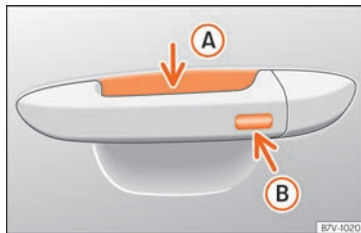

Fig. 142 Manecilla de la puerta: superficies sensoras.
- Mantenga un dedo durante algunos segundos sobre la superficie sensora de bloqueo » fig. 142 (B) de la manecilla de la puerta para que se cierre el techo. Si deja de tocar la superficie sensora se interrumpe la función de cierre.